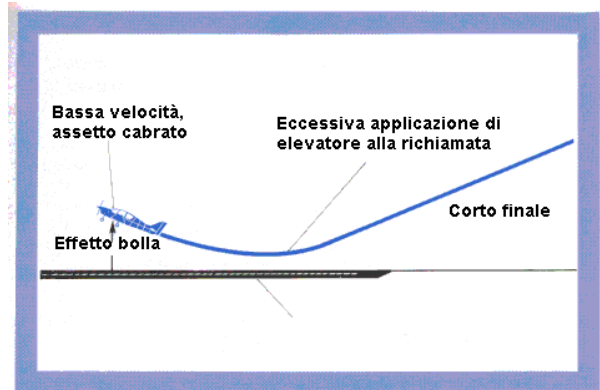

Figura 15
- 2) **L'effetto "bolla" (eccesso di richiamata).** Questo problema è spesso il risultato che si ottiene adottando la tecnica mostrata nella Figura 14b. Per non voler "piantarsi nella pista" i piloti inesperti sono talora tentati ad accentuare la rotazione, con le conseguenze mostrate nella Figura 15. A questo punto, il rischio è che la velocità anemometrica scenda rapidamente e, se non si dà immediatamente potenza per la riattaccata, l'aereo cadrà pesantemente al suolo. Siccome la "bolla" ha fatto riguadagnare un po' di
quota, l'impatto può causare costosi danni alla struttura. In una situazione simile, un pilota esperto darebbe quel tanto di potenza che basta a posarsi dolcemente sulla pista. Ma, qualunque sia il vostro grado di esperienza, avendo a che fare con una situazione quale quella della Figura 15, non fatevi mai tentare dallo spingere avanti la barra senza dare potenza. Ricordate: avete il muso alto, poca velocità e parecchia aria tra voli e la pista. A meno che ci sia molto spazio davanti a voi per abbassarvi di nuovo amministrando saggiamente la manetta, date tutto motore e riattaccate. Questi consigli sono anche validi per correggere un rimbalzo.